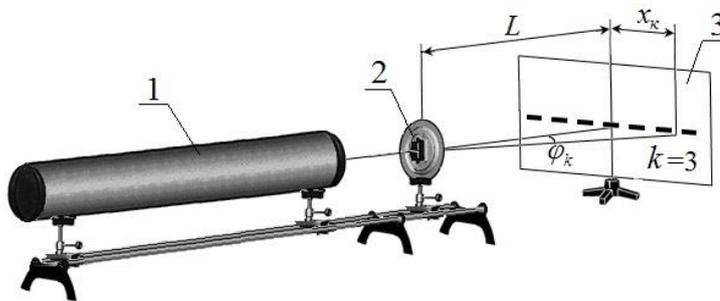

Рис. 1. Схема экспериментальной установки
4. По миллиметровой сетке измерьте расстояние x_k (рис. 1) для 3, 5 и 7 минимумов ($k=3, 5, 7$) и занесите результаты в таблицу.